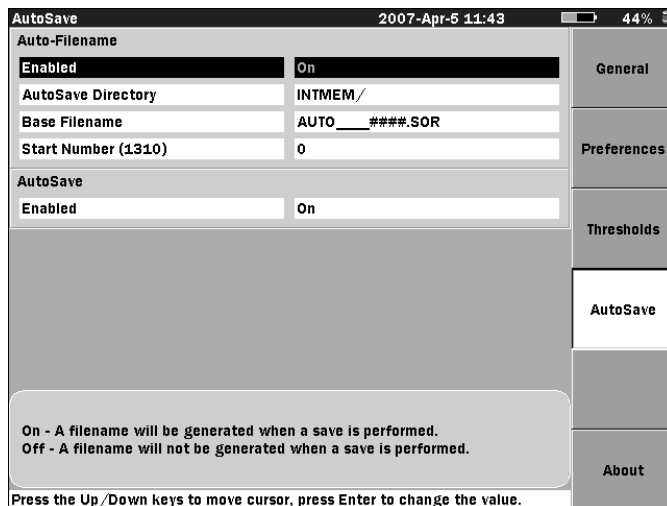

Figura 4-20: Pantalla Guardado automático [Auto Save]
2. Pulse Guardado automático [Auto Save] (f4). Aparece la pantalla Guardado automático [Auto Save] (consulte la Figura 4-20).
2. Pulse Guardado automático [Auto Save] (f4). Aparece la pantalla Guardado automático [Auto Save] (consulte la Figura 4-20 en la página 4-53).